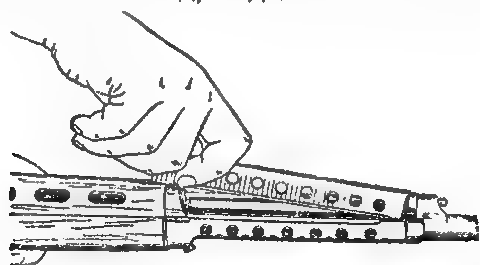

Рис. 64. Отделение верхнего кожуха
3. Отделить верхний кожух: правой рукой приподнять задний конец кожуха вверх (рис. 64) и, сместив его назад, отделить от ствола.